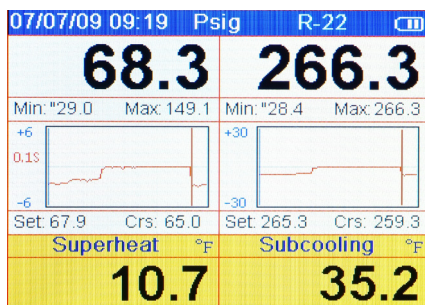

Figura 3-2. Segunda pantalla del analizador del sistema
- La segunda pantalla (vea la Figura 3-2) es la misma que la primera excepto por la exclusión de los puntos de saturación Temp-1, Temp-2, vapor (sat. baja) y líquido (sat. alta).